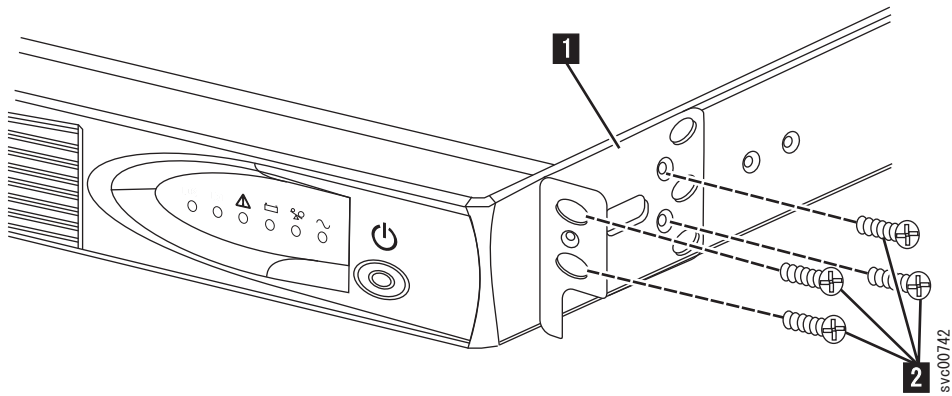

図 326. 2145 UPS-1U 用の 2145 UPS-1U 取り付け金具の取り付け
3. 取り付けブラケットごとに 4 つの M3 × 6 ねじ **2** を使用して、取り付けブラケット **1** の長い側を 2145 UPS-1Uの各側面に取り付けます (356 ページの図 326 を参照)。